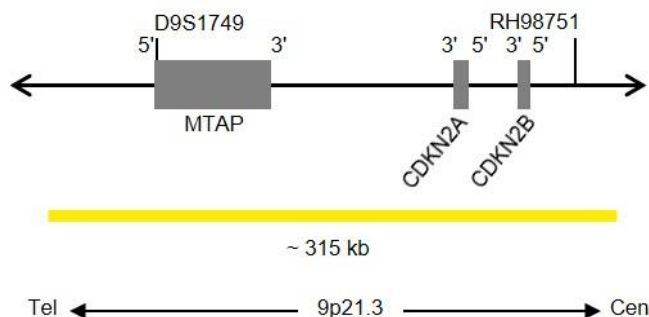

Fig. 1: SPEC CDKN2A Mapa de la sonda (no está a escala)
- Polinucleótidos marcados en dorado (excitación a 532 nm y emisión a 553 nm) ZyGold (~5,5 ng/ μ l), dirigidos a secuencias localizadas en 9p21.3* (chr9:21,742,629-22,056,853) que albergan la región del gen CDKN2A (ver Fig. 1).